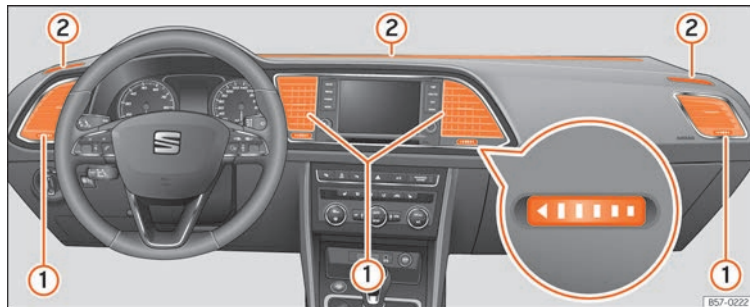

Fig. 185 Nella plancia: bocchette di ventilazione.
Per garantire il riscaldamento, il raffreddamento e la ventilazione all'interno dell'abitacolo, le bocchette di ventilazione » fig. 185 ① devono rimanere aperte.